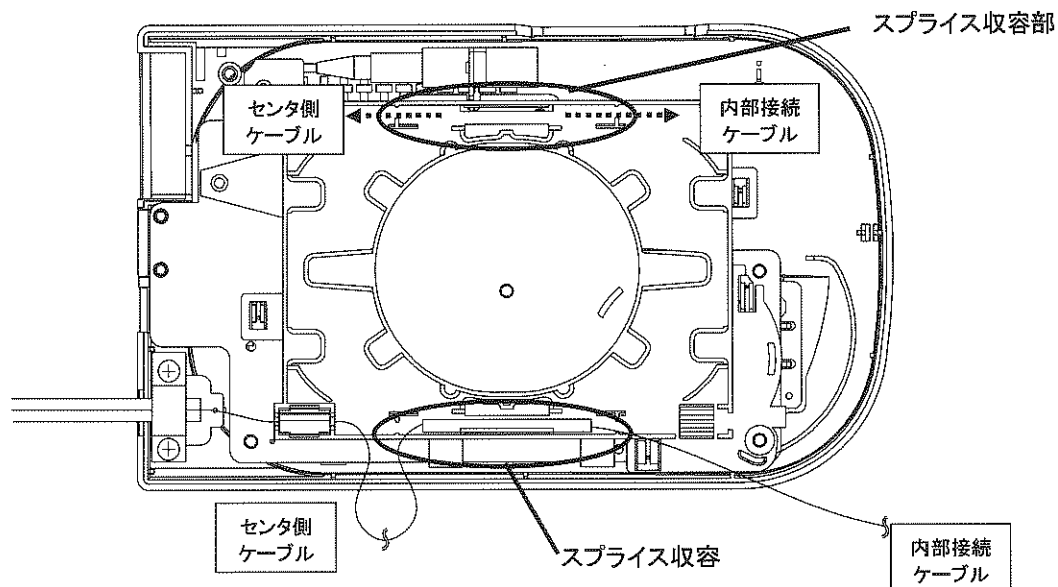

図 4-26 熱収縮スリーブ(メカニカルスプライス)の固定
- ② センタ側ケーブルと内部接続用ケーブルを接続した後、熱収縮スリーブ又はメカニカルスプライスをスプライス収容部に収納します。(図 4-26 参照)
【注】 ・ 熱収縮スリーブ又はメカニカルスプライスの向きは図 4-26 のようにセンタ側ケーブル、内部接続用ケーブルの引き出し方向に注意して下さい。向きが異なると正常に余長処理ができず、光ファイバ素線を折る可能性があります。